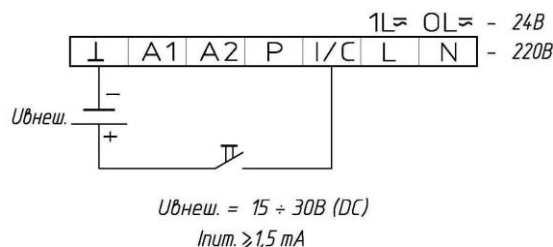

Рисунок 26 - Примеры подключения входов и выходов приборов
4.8.1 Электрическое подключение входных и выходных сигналов (см. рис.26).